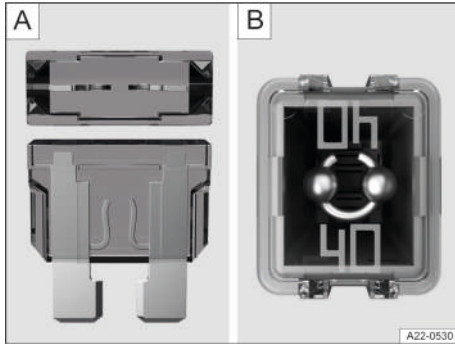

Fig. 236 Fusible fundido (representación esquemática).
- Se puede saber si un fusible plano (ATO®, MINI®) está fundido por la tira de metal quemada visible desde arriba y desde los laterales a través de la carcasa transparente → fig. 236 A.
- Se puede saber si un fusible de cartucho (JCASE®) está fundido por la tira de metal quemada visible desde arriba a través de la carcasa transparente → fig. 236 B.